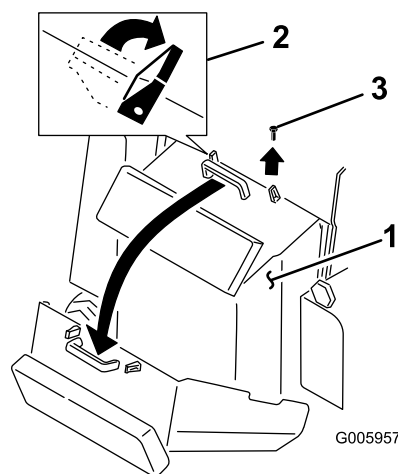

図 25
2. 後アクセスカバーの上部についているロッキングタブ（2枚）を開放する（図 25）。
3. 右ロッキングタブの隣のボルトを外す（図 25）。
4. ハンドルを握り、カバーを持ち上げて後方に開く（図 25）。